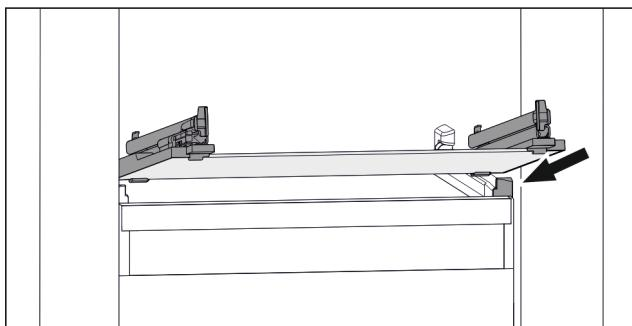

Fig. 107 Príklad zobrazenia sklenenej dosky
- ▶ Nasadte sklenenú dosku šikmo za zarážkami. (pozri Fig. 107)